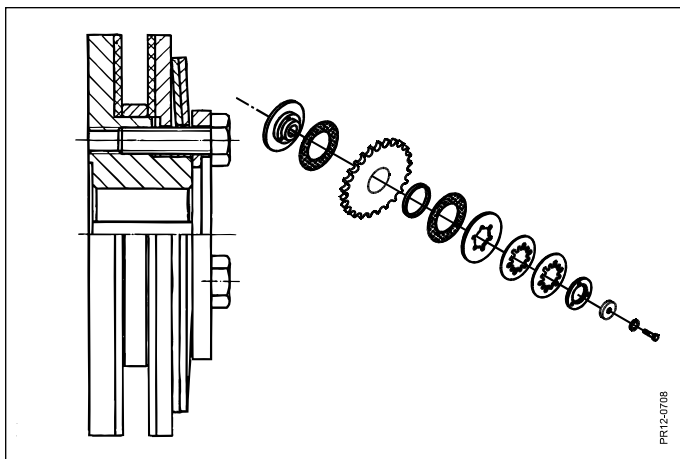

Fig. 3-10
- Fig. 3-10** Snegl og revers er forsynet med glidekoblinger. Har disse koblinger ofte været i funktion svækkes fjederkraften i skiverne og effektoverføringen mindskes. Det kan blive nødvendigt at udskifte tallerkenskiverne. Skift til samme antal og styrke. Koblingens moment afhænger af skivernes tykkelse og antal. Koblingerne er monteret til fast moment fra fabrikken.